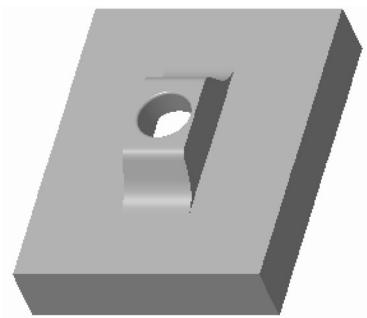

图 6-130 打开模型文件
STEP 01 单击快速访问工具栏中的“打开”按钮 ，打开模型文件，如图 6-130 所示。